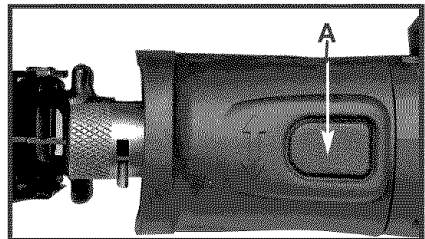
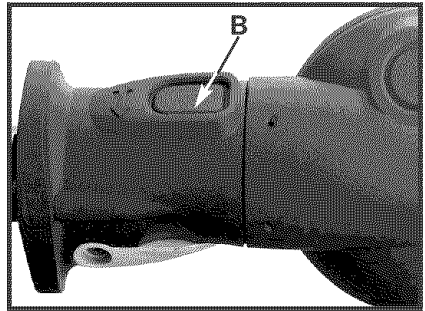

Fig. 8
Fig. 9
3. Para girar la carcasa de calado delantera, oprima el botón de fijación (A), Fig. 8. Mantenga oprimido el botón mientras mueve la carcasa de calado delantera en el sentido de las agujas del reloj o en sentido contrario al de las agujas del reloj hasta la posición o el ángulo radial que se desee. Luego, suelte el botón de fijación y siga moviendo la carcasa de calado delantera hasta que el botón de fijación se acople a presión en la posición de retén deseada (B), Fig. 9.